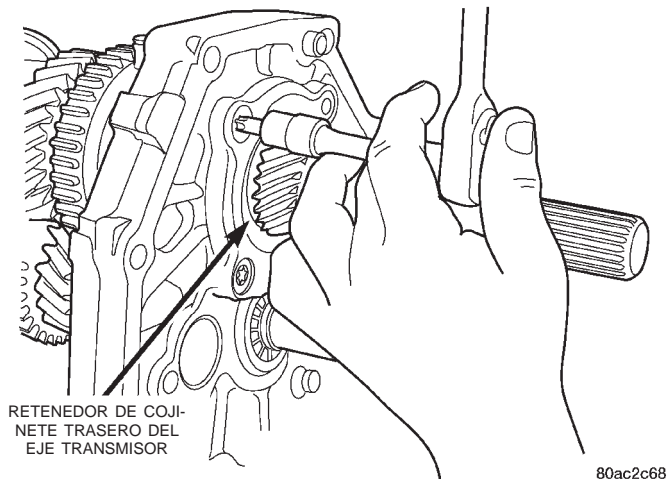

Fig. 58 Desmontaje de retenedor del cojinete trasero del eje transmisor
(11) Retire los pernos que fijan el retenedor del cojinete trasero del eje transmisor en la placa intermedia y retire el retenedor (Fig. 58).